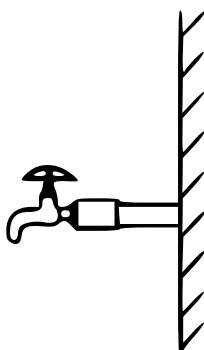
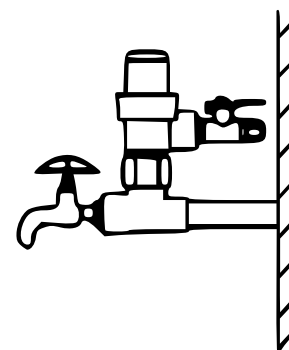

Fig. 10: connettore a 3 vie
Fig. 12: valvola di riduzione
1. Per installare la valvola a sfera, utilizzare un connettore di ingresso dell'acqua a 3 vie **(A)** a cui è collegata la valvola a sfera **(B)**. Poi collegare il rubinetto al connettore dell'acqua a 3 vie (fig. 10 e 11). Se si utilizza una valvola di riduzione della pressione, collegarla (fig. 12).